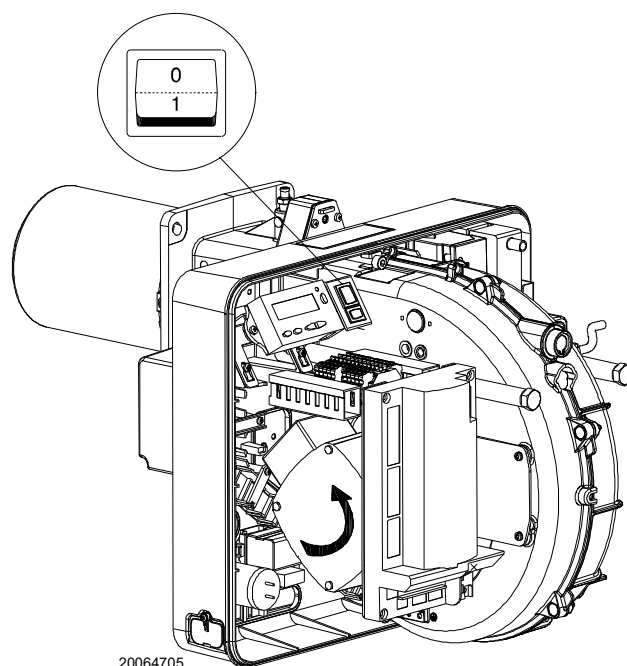

Fig. 29
Fermer les thermostats/pressostats et mettre l'interrupteur de la Fig. 29 en position "1".
Dès que le moteur démarre se positionner devant le ventilateur de refroidissement du moteur ventilateur et contrôler s'il tourne dans le sens contraire à celui des aiguilles d'une montre. Voir la Fig. 29.
- mettre l'interrupteur de la Fig. 29 sur «0» et attendre que la boîte de contrôle réalise la phase d'extinction;
Le brûleur est en état d'attente de demande de chaleur ou le sélecteur «0-1» (Fig. 29 à la page 31) est sur la position «0».
Avec le sélecteur «0-1» (Fig. 29 à la page 31) le brûleur ne s'arrête pas immédiatement, mais la phase d'extinction a lieu.